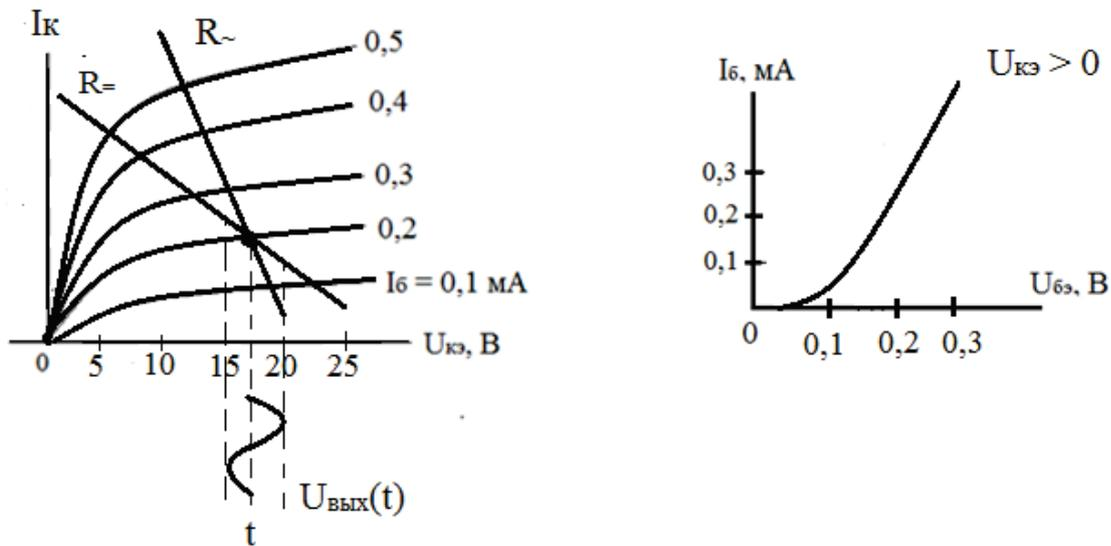

Рис.2.9
9. Определить амплитуду входного сигнала по $U_{\text{вых}}(t)$ – рис. 2.9.